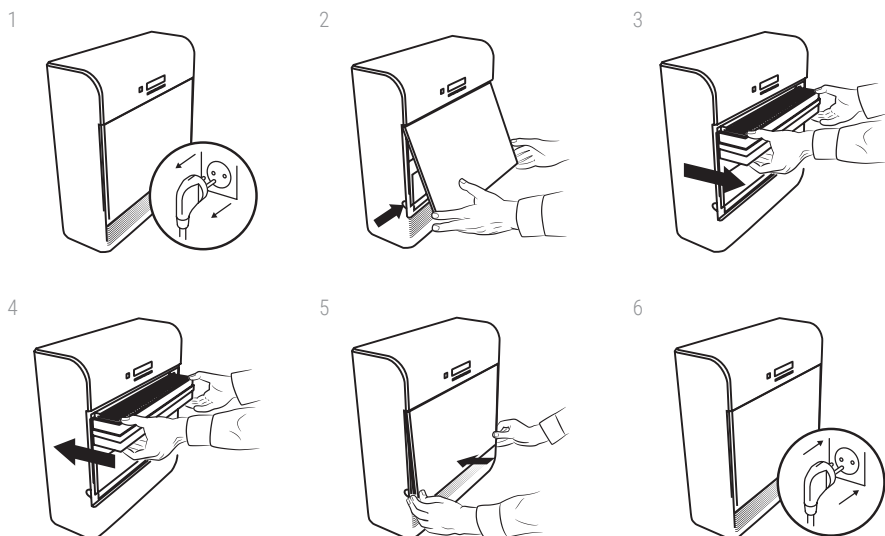

Рисунок 6.5 – Снятие и установка сервисной панели
6.3.13. Отключите устройство от сети питания (рис. 6.5, поз 1).
6.3.14. Нажмите на фиксаторы слева и справа по направлению друг к другу, освободив нижние углы панели, и потяните панель по направлению на себя, преодолевая усилие магнитного фиксатора, расположенного внизу по центру сервисной панели (рис. 6.5, поз. 2).
6.3.15. Извлеките все фильтры из устройства (рис. 6.5, поз. 3). Удалите с них защитную упаковку.
6.3.17. Установите фильтры на место (рис. 6.5, поз. 4).
6.3.18. Установите на место сервисную панель. Убедитесь в срабатывании правого и левого фиксаторов (рис. 6.5, поз. 5).
6.3.19. Подключите устройство к сети питания (рис. 6.5, поз. 6). Переведите выключатель на боковой панели в положение «включено». Дождитесь одиночного сигнала и снова выключите устройство.